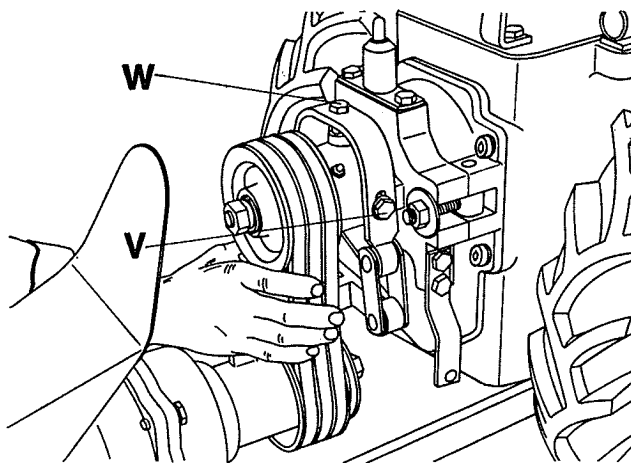

Fig. 14
13. Keilriemen (Fig. 14)
Früher oder später müssen die Keilriemen nachgespannt werden, weil sie sonst anfangen, auf den Keilriemenscheiben zu rutschen. Ihre Spannung kontrolliert man mit der Hand, wie in Fig. 14 dargestellt. Die Riemen sollen sich beidseitig etwa 5 mm hineindrücken lassen.
13. Courroies trapézoïdales (fig. 14)
On contrôle la tension à la main, comme le montre la figure 14. Elle est juste si les courroies peuvent plier de 5 mm des deux côtés. Si la tension est plus faible, il faut la régler pour éviter le patinage. A cet effet, on enlève d'abord la protection, puis, après avoir desserré les vis V, on serre la vis W de $\frac{1}{2}$ ou 1 tour.
13. Cinghie trapezoidali (fig. 14)